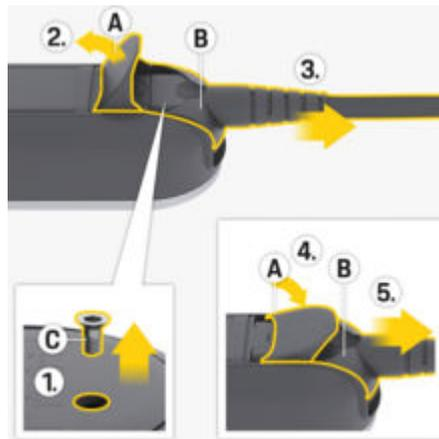

Fig. 13: Desconectando o cabo de alimentação
1. Remova o parafuso **C** (Fig. 13) usando uma ferramenta adequada.
2. Abra completamente a tampa **A** (Fig. 13).
3. Puxe o conector **B** (Fig. 13) até sentir a resistência pela primeira vez.
4. Feche a tampa **A** (Fig. 13) até cerca de 15 graus (a tampa pode encostar no conector **B** (Fig. 13)).
5. Puxe o conector **B** (Fig. 13) completamente.